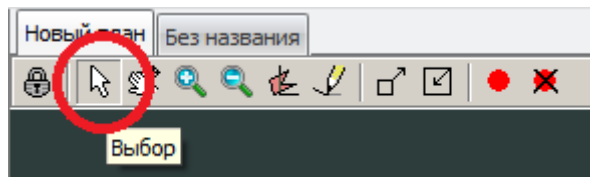

Рис. 12 – Выбор настройки периметра
- Нажать кнопку «Выбор» на панели инструментов (Рис. 12).